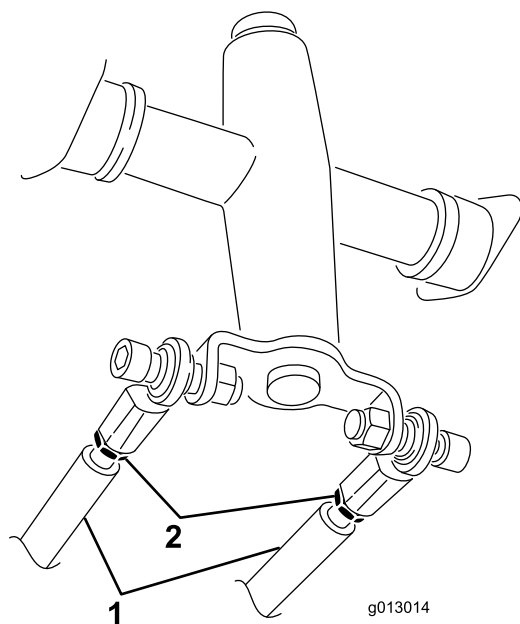

Figura 52
3. Afloje las contratueras de las varillas de tracción, debajo del panel de control (Figura 52).